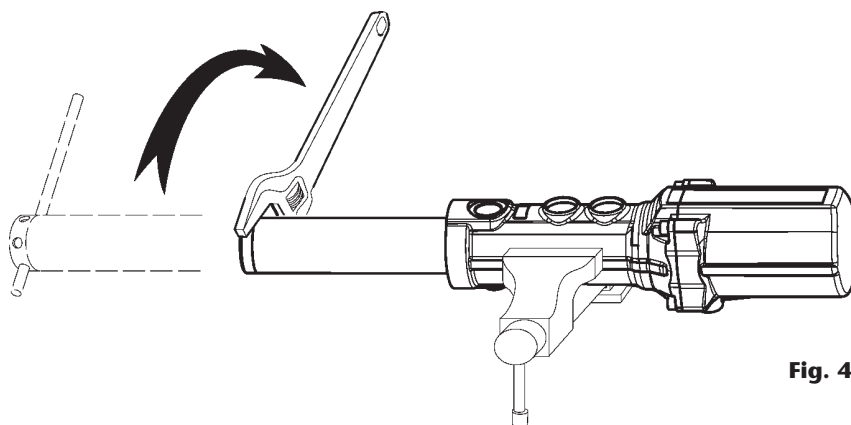

Fig. 4
2. To unscrew the suction tube (734604-S/734503-) from the pump body, use a 40 mm wrench on the hexagon of the foot valve body (835423-S/735306-L) (fig. 4). Pull first clockwise to break the sealing, and then counter clockwise to loosen and remove the tube assembly.
2. Para desenroscar el tubo de aspiración (734604-S/734503-L) del cuerpo de la bomba, usar llave fija de 40 mm en el cuerpo válvula de pie (835423-S/735306-L) (fig. 4). Tirar primero contra las agujas del reloj para romper el sellador y luego hacia el otro sentido para desenroscar y quitar el conjunto tubo de aspiración.